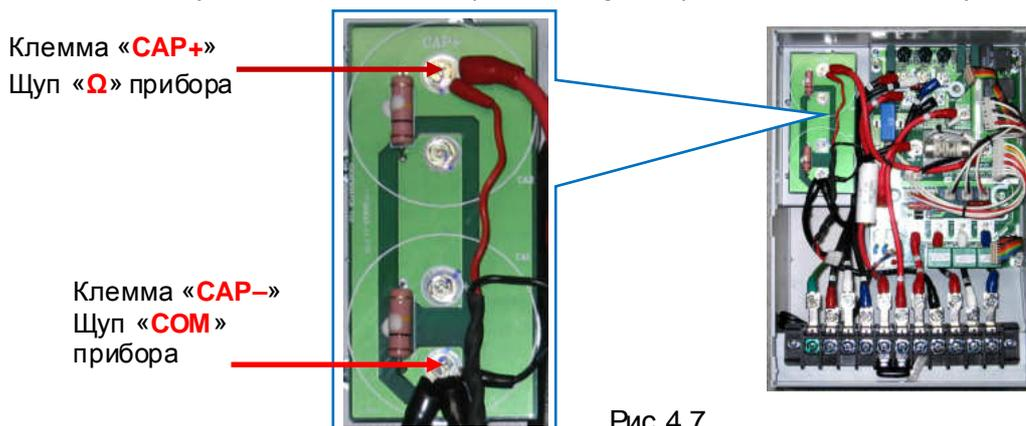

Рис.4.7
4.12.6. Подключить щупы мультиметра к клеммам «САР+» и «САР-» (рис.4.7).